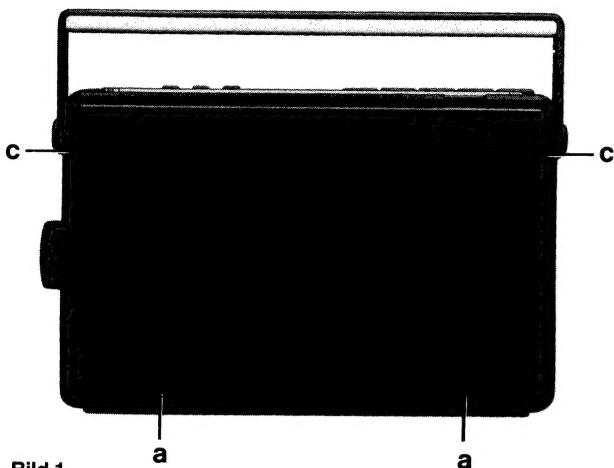

Bild 1
2.1 Rückwand abnehmen (Bild 1)